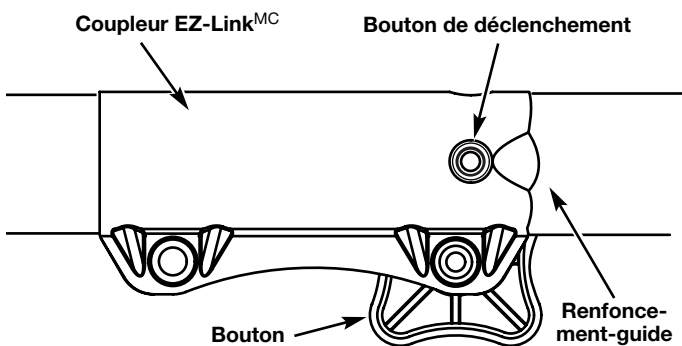

Fig. 22
AVERTISSEMENT: évitez tout démarrage accidentel. Tenez-vous en position de démarrage lorsque vous tirez sur la corde de démarrage (Fig. 22). L'opérateur et l'appareil doivent tous deux être en position stable pour éviter des blessures graves. Vérifiez la bonne installation de l'accessoire avant le démarrage de l'appareil.
1. Dévissez le bouton vers la gauche (Fig. 22).
2. Appuyez sur le bouton de déclenchement et maintenez-le enfoncé (Fig. 22).
3. Tenez fermement le corps de l'arbre supérieur et retirez l'accessoire de coupe ou autre du coupleur EZ-Link^{MC} (Fig. 22).
NOTE : aligner le bouton de déclenchement avec le renfoncement-guide facilitera l'installation (Fig. 22).